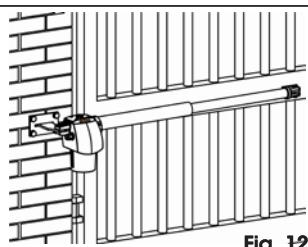

Fig. 12
**⚠️** El operador G-BAT ENV está disponible en versión derecha e izquierda. El operador siempre ha de estar posicionado como se indica en la Fig. 12. Por operador derecho se entiende el operador que, mirando la cancela por el lado en el que se instala el operador, se encuentra a la derecha de la hoja (o en la hoja de la derecha en caso de aplicaciones con dos motores). Por consiguiente, el motor que se encuentra a la izquierda (o en la hoja de la izquierda) se identifica como operador izquierdo.